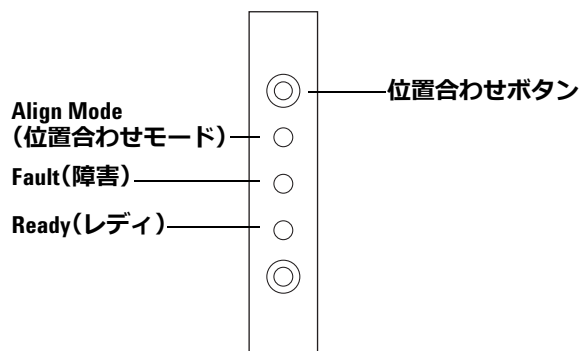

図 72 インジェクタの位置合わせ
- 4 長く細い道具を使って、インジェクタライトの上にある、くぼんだ位置合わせボタンを押します。くぼんだ穴の中にあるボタンの後ろや周辺を触らないよう注意してください（図 72）。